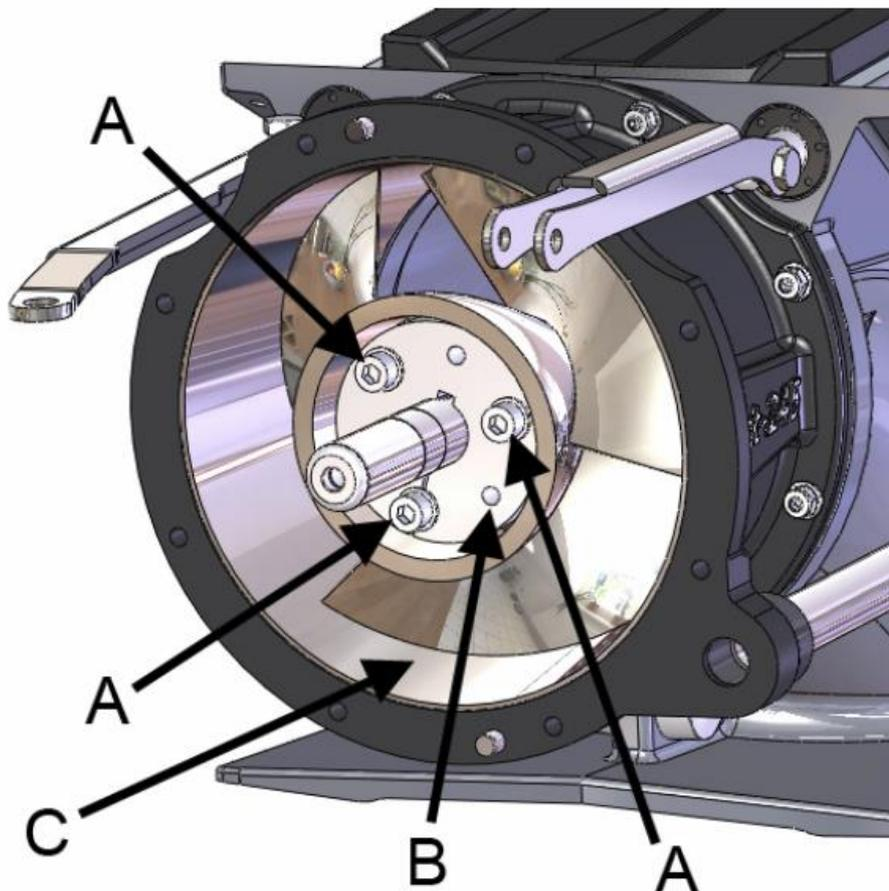

Figura 25. Bulloni di fissaggio della girante
4. Svitare i quattro bulloni di fissaggio (figura 25, punto A).
5. Svitare completamente un bullone ed avvitarlo nel foro filettato del cono di plastica (figura 25 Punto B). Il bullone fungerà da estrattore e si potrà estrarre la girante dall'asse. Nel caso in cui un bullone non fosse sufficiente utilizzarne più di uno.